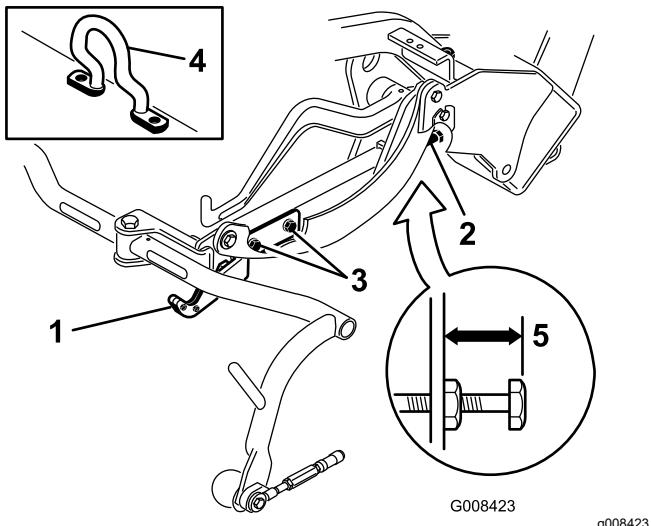
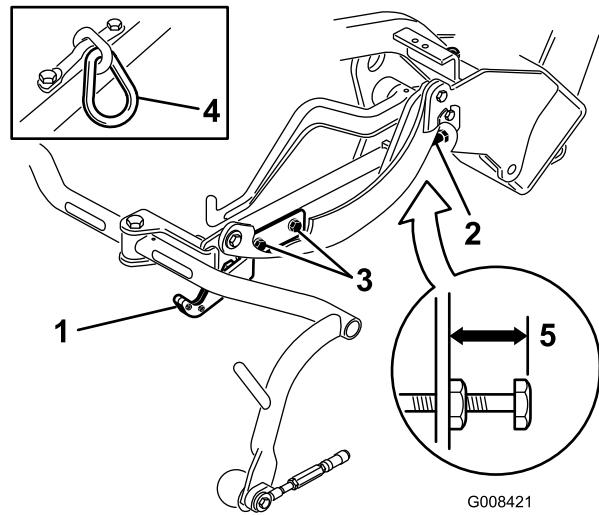
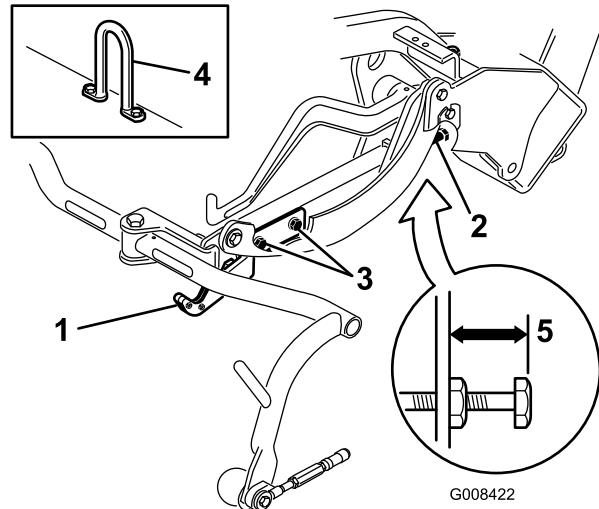

Figure 11
Figure 12
Figure 13
Vérifiez la hauteur de transport (Figure 12 et Figure 13) et ajustez-la au besoin.
2. Sur les unités de coupe équipées d'un crochet de levage décentré (Figure 11, détail), vérifiez qu'un espace de 25 mm existe entre le haut de la vis de réglage du bâti porteur et l'arrière du bâti porteur. Si l'espace n'est pas correct, passez à l'opération 4.
3. Sur les unités de coupe équipées d'un maillon de chaîne ou d'un crochet de levage droit (Figure 12 et Figure 13, détails), vérifiez qu'un espace de 22 mm existe entre le haut de la vis de réglage du bâti porteur et l'arrière du bâti porteur. Si l'espace n'est pas correct (22 mm), passez à l'opération 4. Si l'unité de coupe est équipée d'un crochet de levage décentré (Figure 11), passez à l'opération suivante.
4. Desserrez les vis de fixation de la plaque de transport (Figure 12, Figure 13 et Figure 11).
7. Si les bâts porteurs ne sont pas tous à la même hauteur, desserrez l'écrou de blocage de la vis de réglage sur chaque bâti (Figure 11, Figure 12 et Figure 13). Tournez la vis vers l'extérieur pour éléver le bâti ou vers l'intérieur pour l'abaisser. Serrez l'écrou de blocage une fois que vous avez obtenu la hauteur correcte.